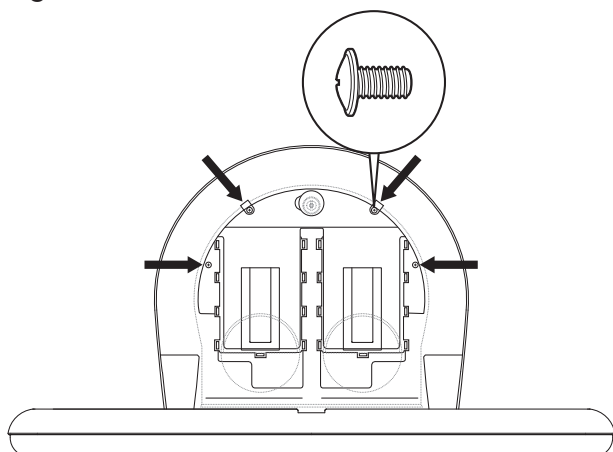

Fig.6
- Aligner les trous de montage du distributeur d'alèses sur le châssis et fixer la table à langer avec les quatre vis fournies. **Fig. 6**